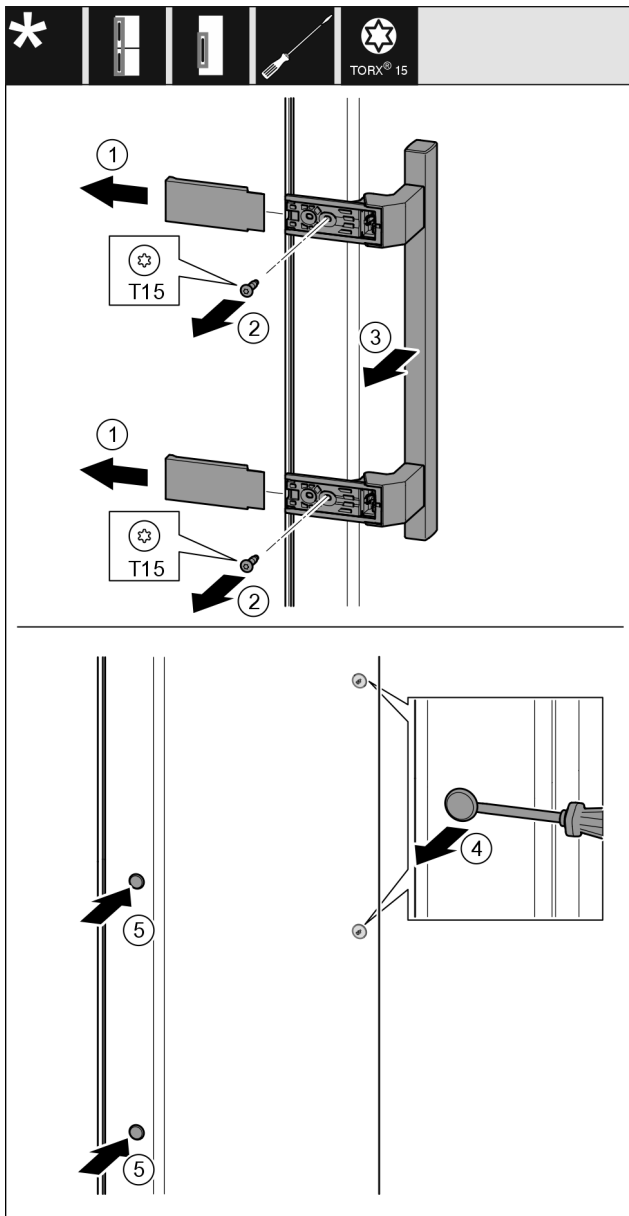

Fig. 21
- ▶ Húzza le a fedelet Fig. 21 (1).
- ▶ Tekerje ki a csavarokat Fig. 21 (2) csavarhúzóval.
- ▶ Vegye le a fogantyút Fig. 21 (3).
- ▶ Óvatosan emelje meg és húzza ki az oldalsó dugót Fig. 21 (4) lapos csavarhúzóval.
- ▶ Tegye vissza a dugót Fig. 21 (5) a másik oldalra.